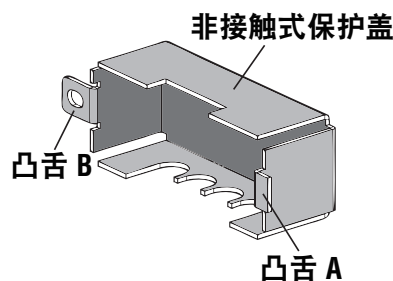
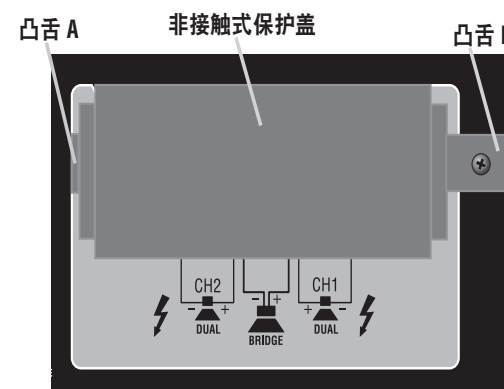

图 4.2 非接触式保护盖内部
图 4.3 输出端子上方的保护盖
2. 保护盖上有 A 和 B 两个凸舌（图 4.2）。将凸舌 A 插入输出端子（图 4.3）左侧的插槽。
3. 将螺丝穿过凸舌 B 并固定在输出端子（图 4.3）右侧的孔洞内。